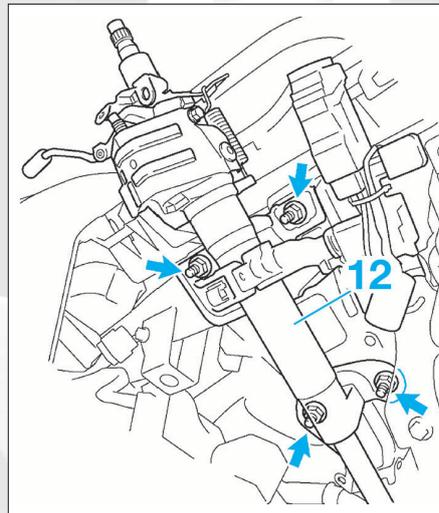

FIG. 8
- Déposer (fig. 8) :
- l'ensemble colonne de direction-arbre supérieur (12).